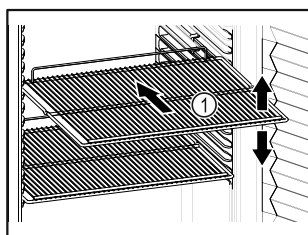

Fig. 53 Näitlik kujutis
- ❑ Kui hoiurestid Fig. 53 (1) on teisaldatavad, siis kohandage olenevalt kõrgusest.